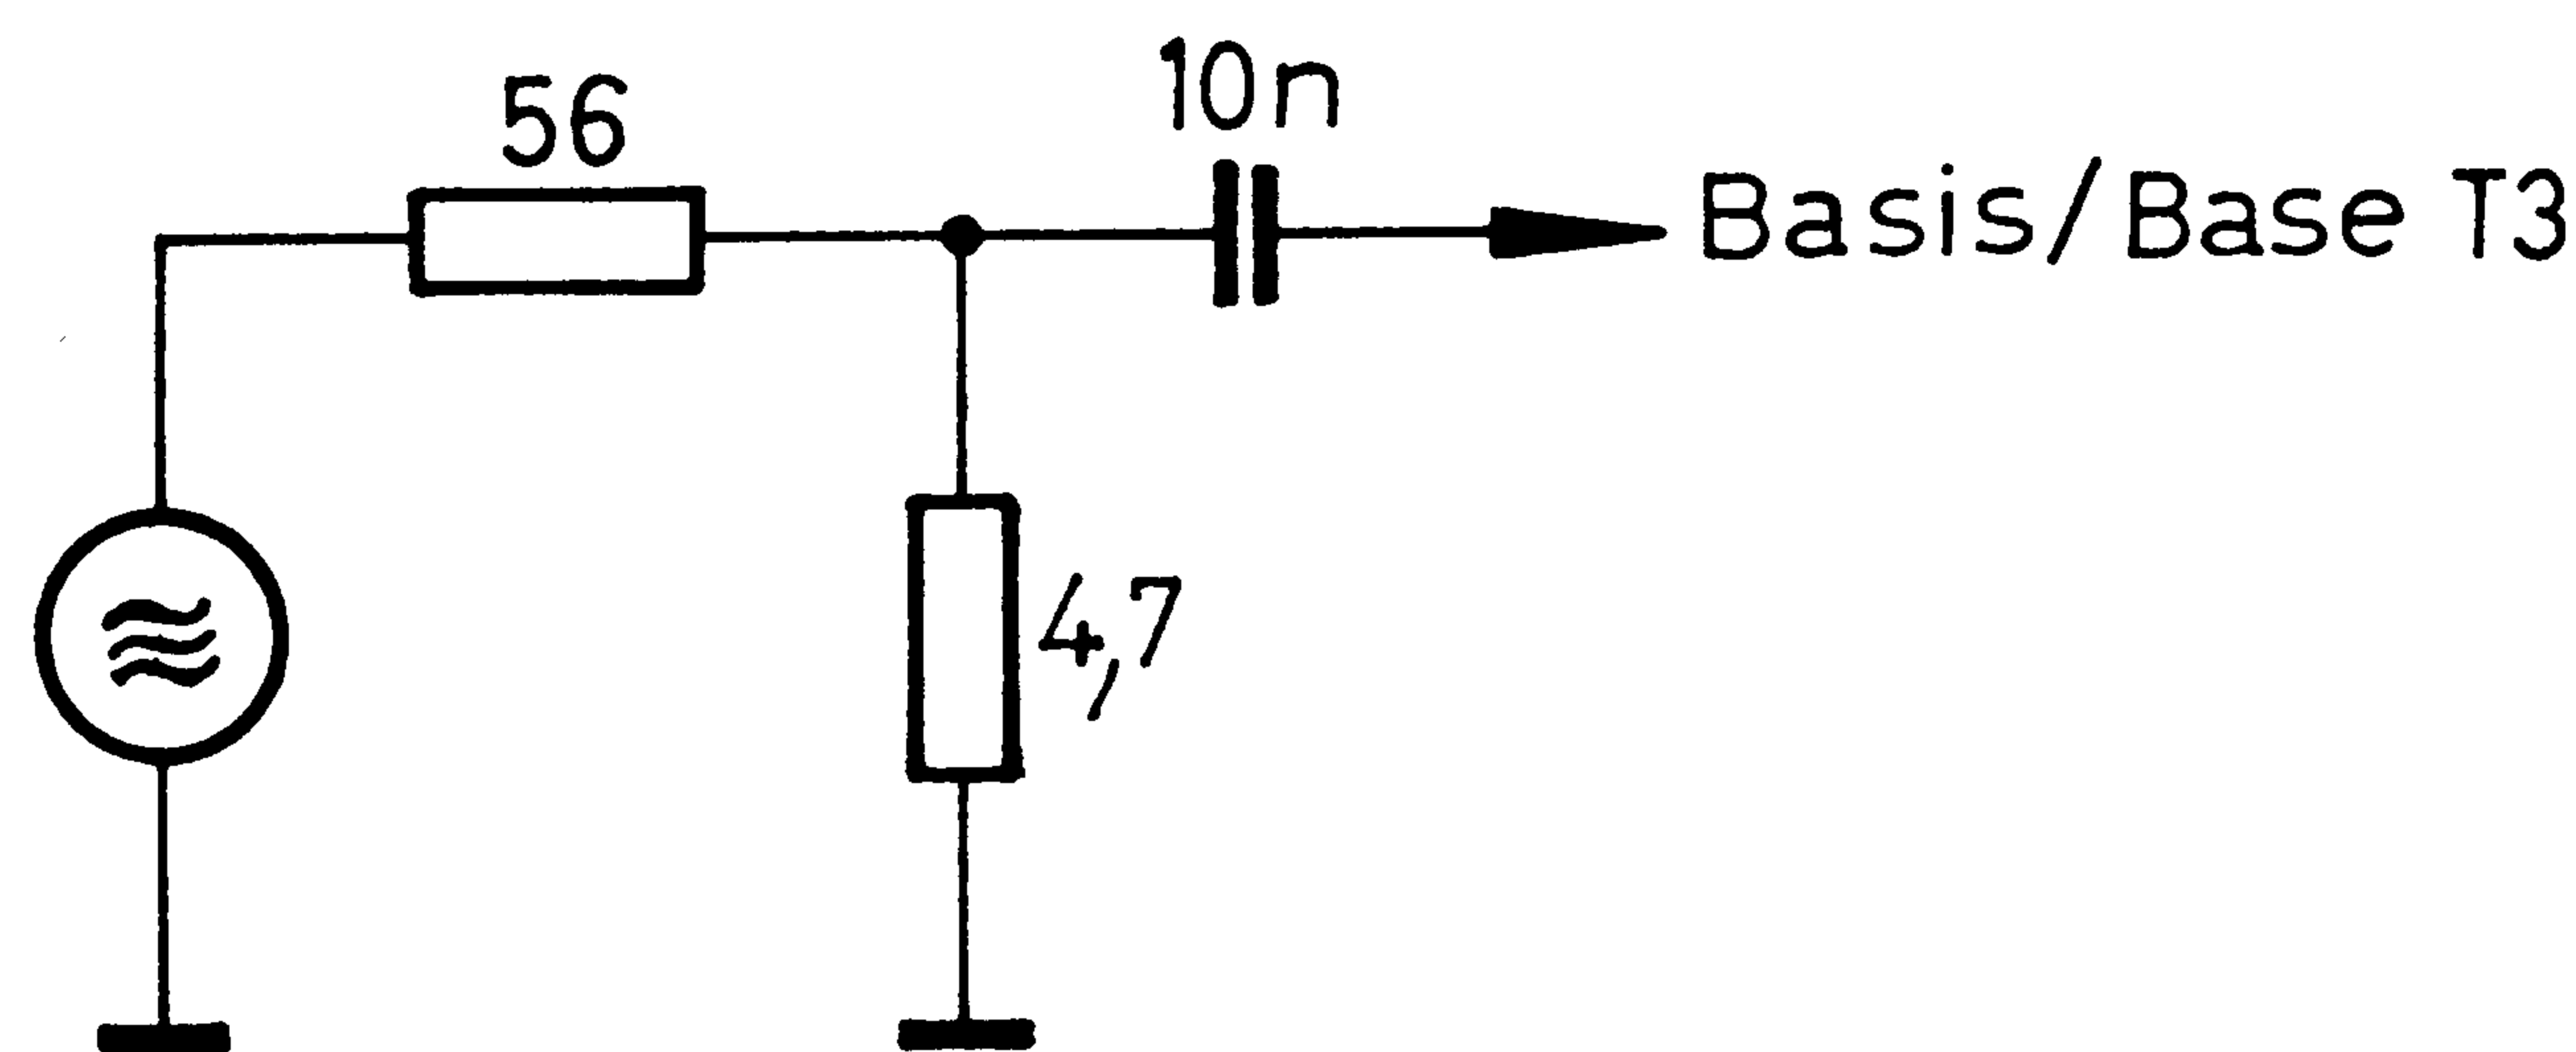

Fig. 7
- 2.6 Beim AM-ZF-Abgleich, Spannungsteiler, Fig. 7 verwenden.
- 2.6 For AM-IF-alignment use voltage divider, see fig. 7.